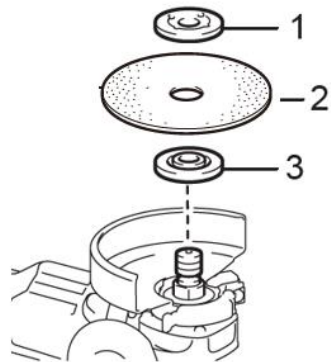

Рисунок 2.2.3. Установка оснастки.
1. Снимите наружный прижимной фланец «3» (рисунок 2.2.3.).
2. Установите на изделие соответствующую оснастку «1», в зависимости от вида работы (шлифование, отрезание), совместив отверстие в оснастке с выступом внутренней шайбы «2» (рисунок 2.2.3.).